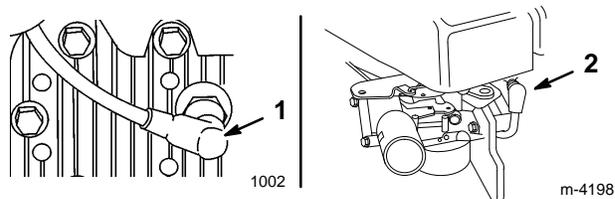

Figure 15
1. Couper le moteur et débrancher la bougie (Fig. 15).
2. Débrancher la bougie (Fig. 15).
3. Débrancher la bougie (Fig. 15).
5. Reconnecter la bougie (Fig. 15).
- C. Si la lame n'est pas usée ni émoussée, redresser la tondeuse et reconnecter le fil de la bougie (Fig. 15).